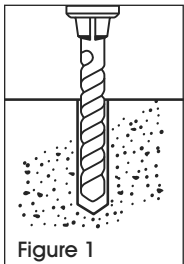

Figure 1
1. Percez un trou du même diamètre que que l'ancrage utilisé, et ce, jusqu'à une profondeur dépassant la profondeur d'encastrement minimum. (Voir Figure 1)